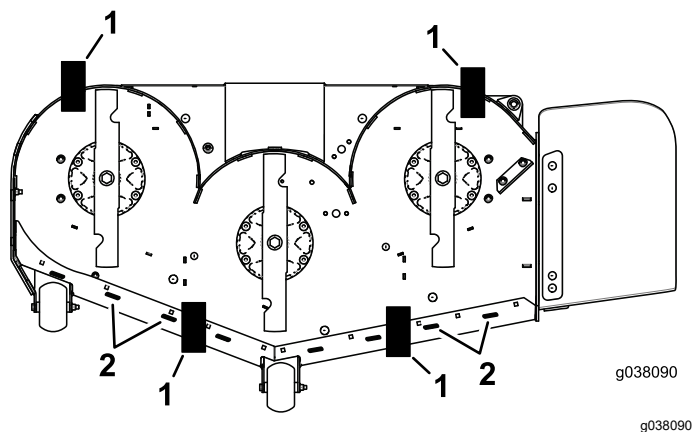

Figura 105
11. Coloque 2 bloques (ver *Altura de bloque y soporte*) debajo del borde trasero del faldón de la carcasa de corte, uno en cada lado de la carcasa de corte (Figura 105).